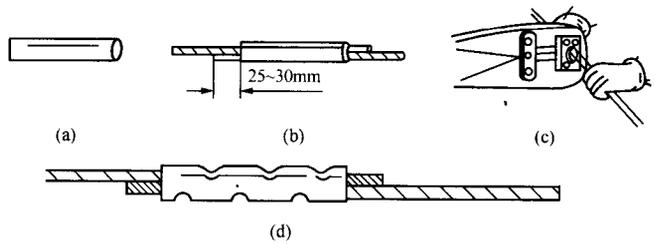

图 1-29 压接方法与压接管
(1) 压接管压接。又叫套管压接。这种压接方法适用于室内外负荷较大的多根铝芯导线的直接连接。接线前,先选好合适的压接管,如图 1-29 (a) 所示。清除线头表面和压接管内壁上的氧化层和污物,然后将两根线头相对插入并穿出压接管,使两线端各自伸出压接管,如图 1-29 (b) 所示。用压接钳进行压接,如图 1-29 (c) 所示。压接后的铝线接头,如图 1-29 (d) 所示。如果压接钢芯铝绞线,则应在两根芯线之间垫上一层铝质垫片。压接钳在压接管上的压坑数目:截面为  $16\sim 35\text{mm}^2$  的为 6 个;  $50\sim 70\text{mm}^2$  的为 10 个。钢芯铝绞线压坑数目:截面为  $16\text{mm}^2$  的为 12 个;  $25\sim 35\text{mm}^2$  的为 14 个;  $50\sim 70\text{mm}^2$  的为 16 个;  $95\text{mm}^2$  的为 20 个;  $125\sim 150\text{mm}^2$  的为 24 个。